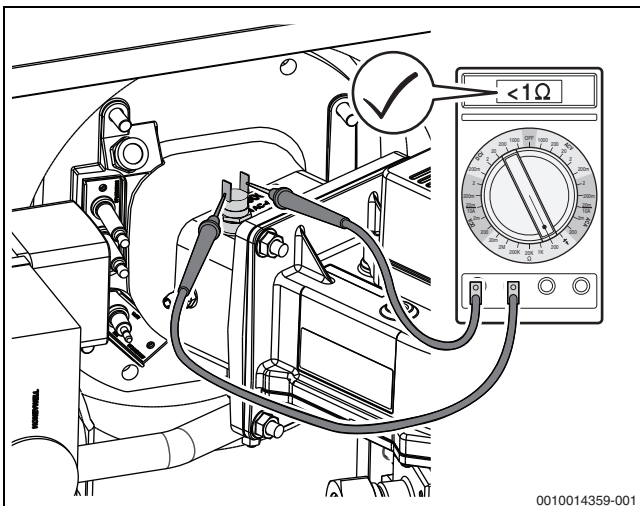

Bild 70 Elektrischen Widerstand an den Kontakten des Temperaturwächters messen (Temperaturwächter in Ordnung)
- ▶ Elektrischen Widerstand an den Kontakten des Temperaturwächters messen (→ Bild 70).